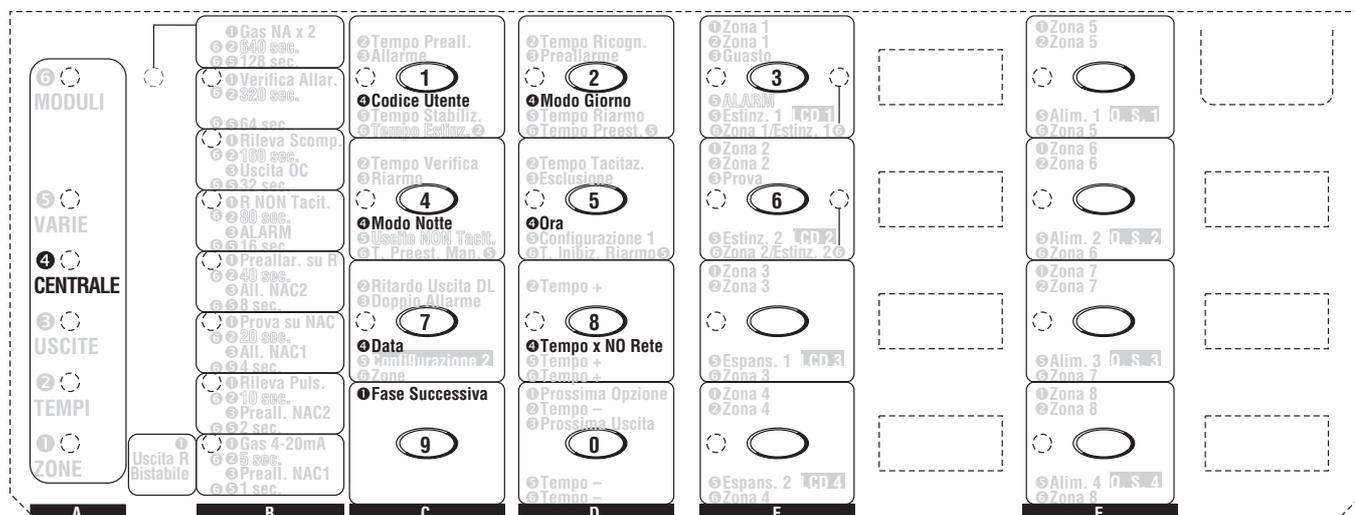

Figura 33 Programmazione centrale
La spia **CENTRALE** lampeggia per indicare che si stanno programmando il **Codice Utente**, l'orario per il **Modo Giorno** e per il **Modo Notte**, l'**Ora** e la **Data** della Centrale e, il **Tempo per Mancanza Rete**: in questa fase il significato delle spie e dei pulsanti è quello indicato dalle scritte precedute dal numero ④, come mostrato in Figura 33.